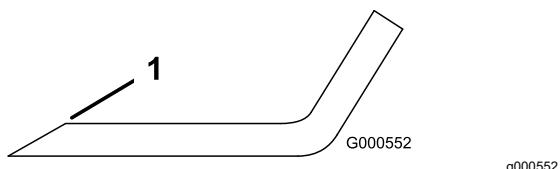

Figure 96
1. Au moyen d'une lime, aiguissez les tranchants aux deux extrémités de la lame (Figure 96).
Remarque: Si la lame est déséquilibrée, limez un peu l'extrémité de l'ailette seulement (Figure 96).